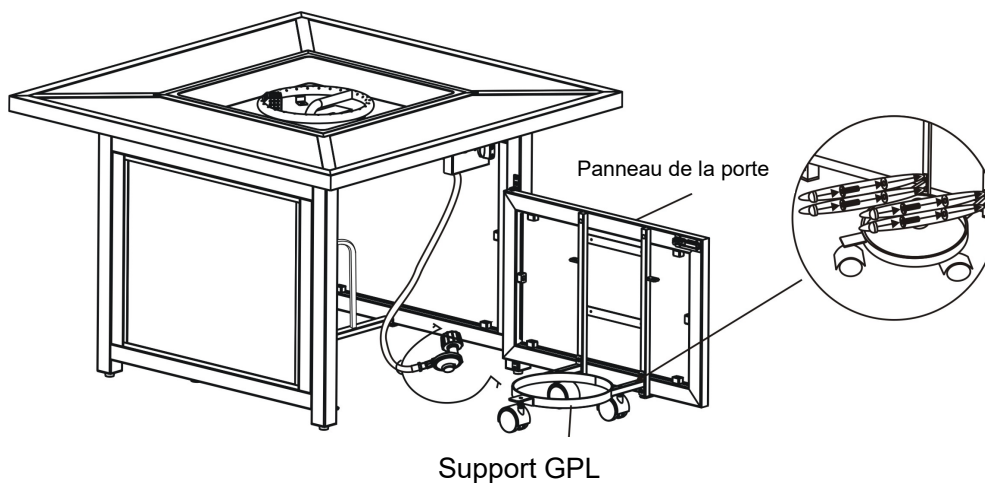

Figure 7
7. Fixez le support GPL au panneau de la porte à l'aide de quatre boulons 1/4 "x15 mm et de rondelles Ø6,5x1,0 mm, comme indiqué dans la figure 7.